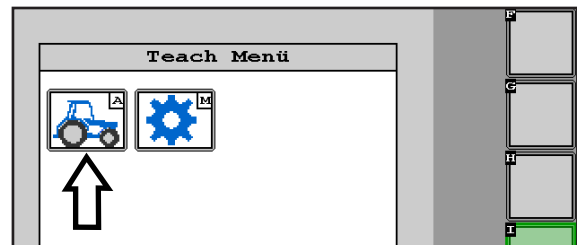

Abb. 8: Fahrzeugcode-Menü aufrufen
Tippen Sie im Teach-Menü auf das Traktor-Symbol (A) (siehe Abb. 8), um das Fahrzeugcode-Menü aufzurufen.